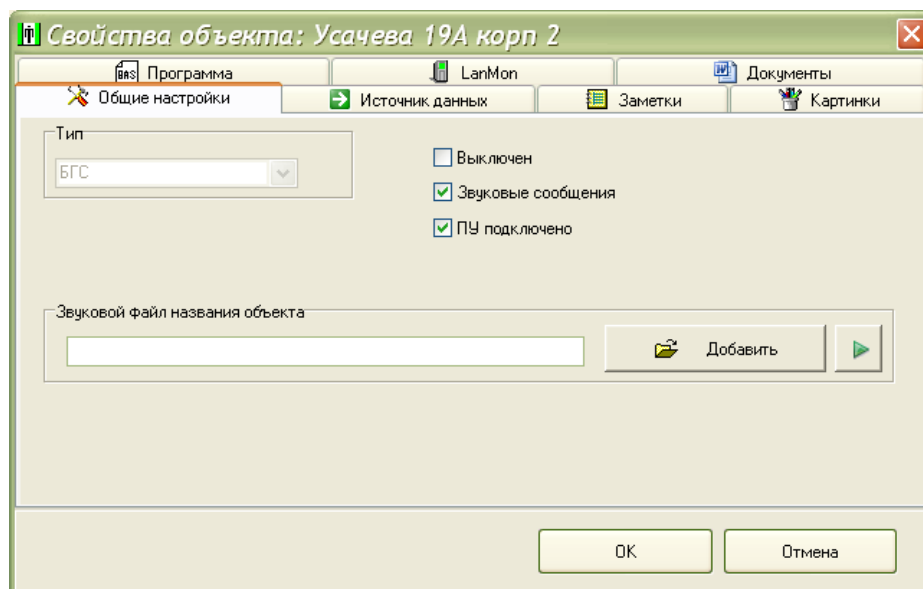

Рисунок 30
2) На вкладке «Общие настройки» установить «галочки» разрешения формирования звуковых сообщений и признака подключения переговорного устройства (рисунок 30).